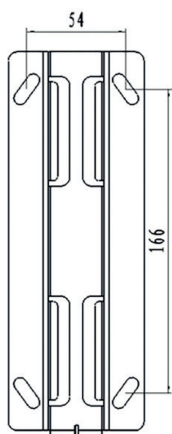

Bild 1
3. Nehmen Sie die Montagehalterung als Schablone, um die Position für die Schrauben zu markieren, und bohren Sie vier Löcher in die Wand. Abb.1